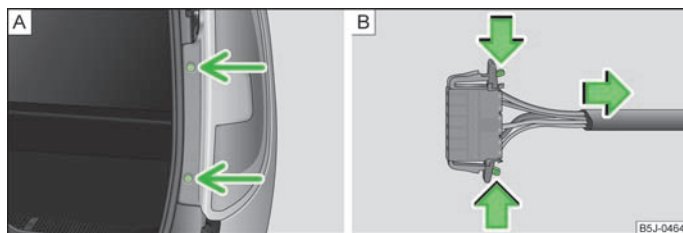

Abb. 151 Rückleuchte ausbauen / Steckverbindung trennen
- › Die Leuchte abschrauben » Abb. 151 - [A].
- › Die Steckverbindung trennen » Abb. 151 - [B].